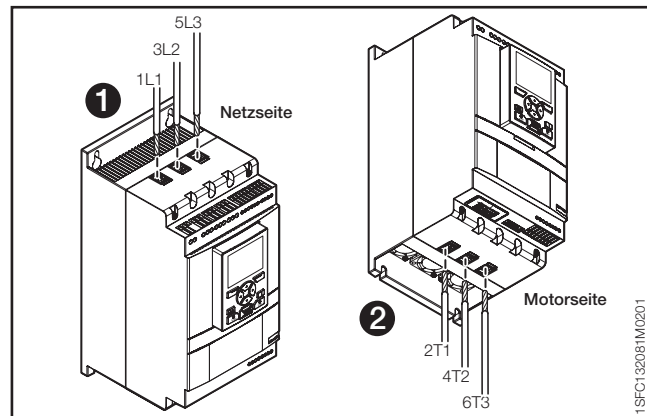
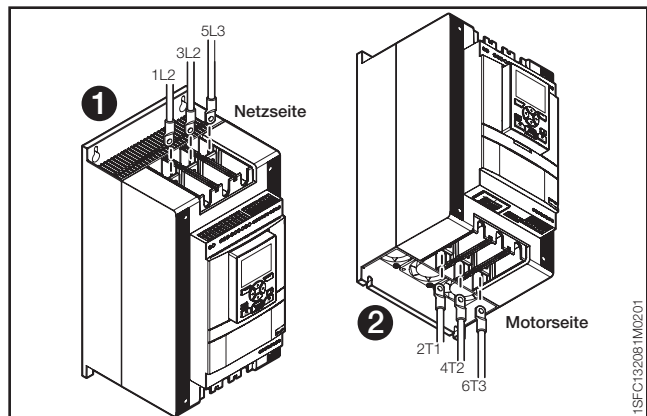

Abbildung 2.2
Abbildung 2.3
2. Verbinden Sie die Klemmen mit dem Hauptstromkreis: Klemmen 1L1 - 3L2 - 5L3 mit der Netzseite ① und die Klemmen 2T1 - 4T2 - 6T3 mit der Motorseite ②. Siehe **Abbildung 2.2**. Verwenden Sie eine Drahtverbindung für PSTX30...105, siehe **Abbildung 2.2**, und einen Klemmenanschluss für PSTX142...570, siehe **Abbildung 2.3**.
3. Verbinden Sie die Netzseite mit den Klemmen 1L1, 3L2, 5L3. Siehe ① und **Abbildung 2.2**. Verbinden Sie den Motor mit den Klemmen 2T1, 4T2, 6T3 an der Motorseite. Siehe ② **Abbildung 2.2** und **Abbildung 2.3**.